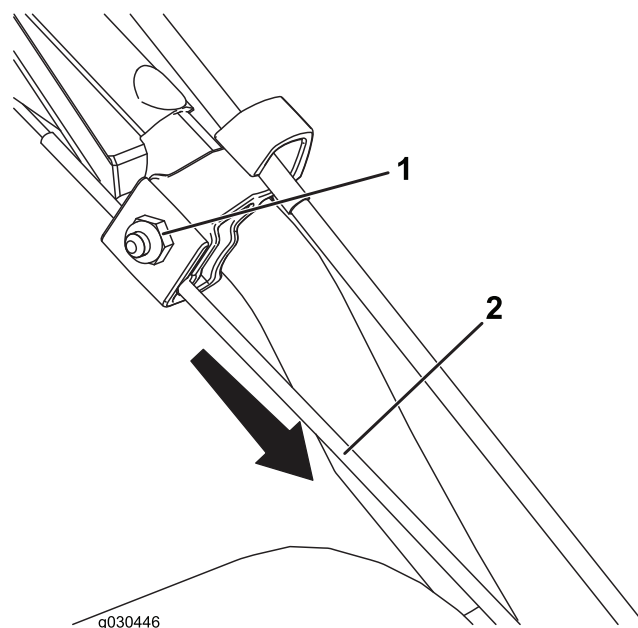

Figure 23
1. Desserrez l'écrou sur le collier supérieur du câble, mais ne le retirez pas (Figure 23).
2. Tirez le câble vers le bas pour le tendre presque complètement (Figure 23).
3. Serrez l'écrou (Figure 23).